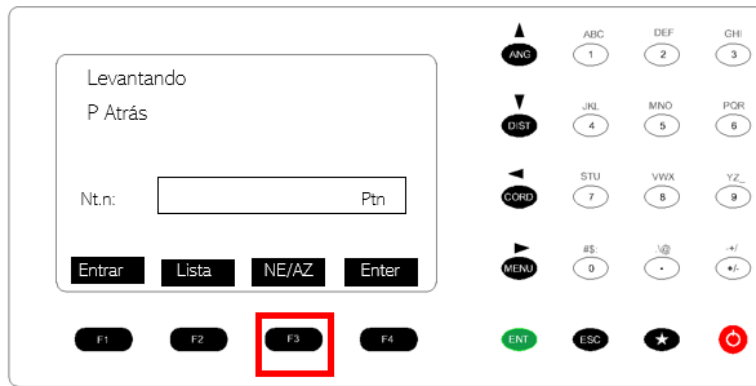
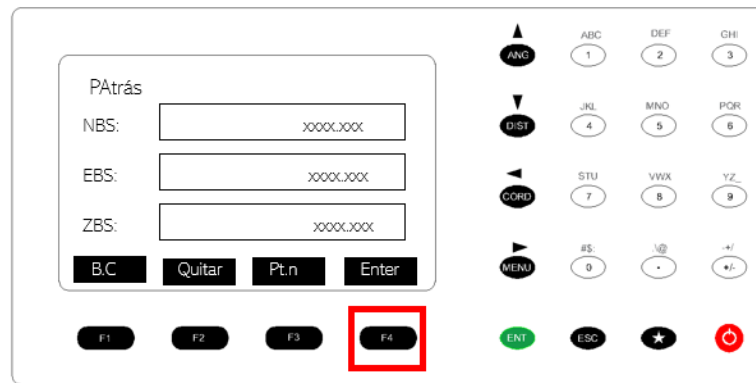

Figura 73. Configuración de la estación total.
Figura 74. Configuración de la estación total.
28. Presionar el botón F3 (figura 73). NE/AZ e introducir las coordenadas del punto al que se está apuntando. Presionar F3. Enter (figura 74).